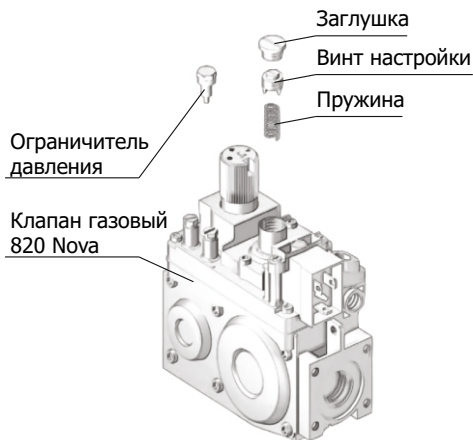

Рис. 2
**2.** Снять с клапана газового 820 Nova ограничитель давления (латунный колпачок на верхней части клапана), находящийся под заглушкой пластмассовый установочный винт и пружину (рис.2) и заменить их ограничителем давления под сжиженный газ из комплекта переналадки. Момент затяжки ограничителя давления — 1 Нм.